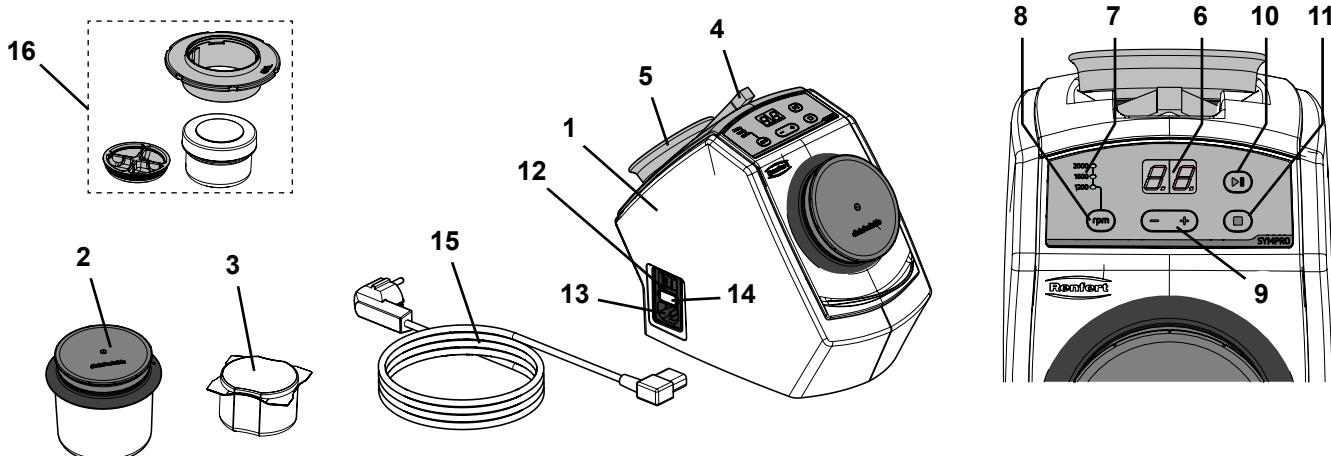

Abb. 1
- ⇒ Platzieren Sie die beiliegende Pinzette und den Haltemagneten in den Haltemulden auf der Geräterückseite (Abb. 1).
- ⇒ Wählen Sie das Netzkabel (15, Abb. 1) mit dem in Ihrem Land passenden Netzstecker.
- ⇒ Netzkabel in Netzanschluss (13, Abb. 1) einstecken.
- ⇒ Schalten Sie das Gerät am Netzschalter (12, Abb. 1) ein.
- ⇒ Befüllen Sie den Reinigungsbecher (2, Abb. 1) mit 75 g Reinigungsnadeln (entspricht einer Verpackungseinheit).
- ⇒ Befüllen Sie den SYMPRO Mini-Becher (16, Abb. 1) mit ~5 g Reinigungsnadeln.